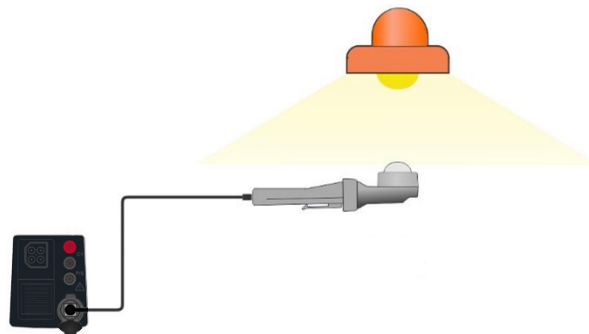

Abbildung 4.70: Positionierung des Beleuchtungsstärkeensors
- › Positionieren Sie den Beleuchtungsstärkeensor **Abbildung 4.70**.